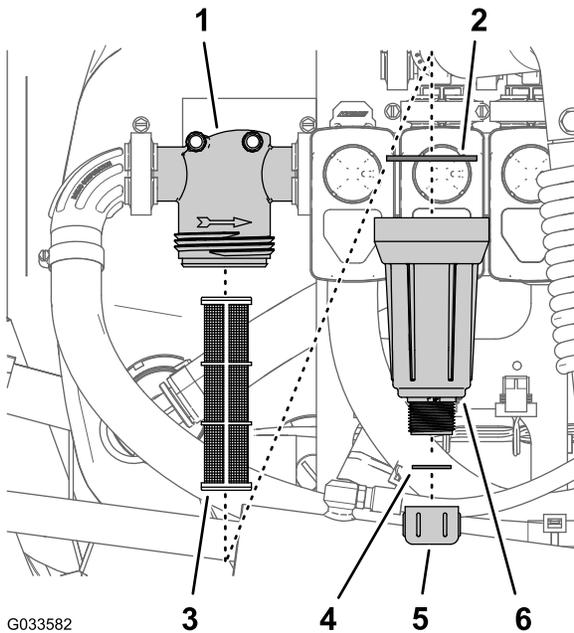

図 79
2. 圧力フィルタの下に受け容器をおく 図 79。
を左に回して外す 図 79。
4. ボウルを左に回してフィルタヘッドを外す 図 79。
5. 圧力フィルタエレメントを外す 図 79。
いか点検する 図 79。
ける 図 79。
図 79。
取り付けキャップを手締めする 図 79。